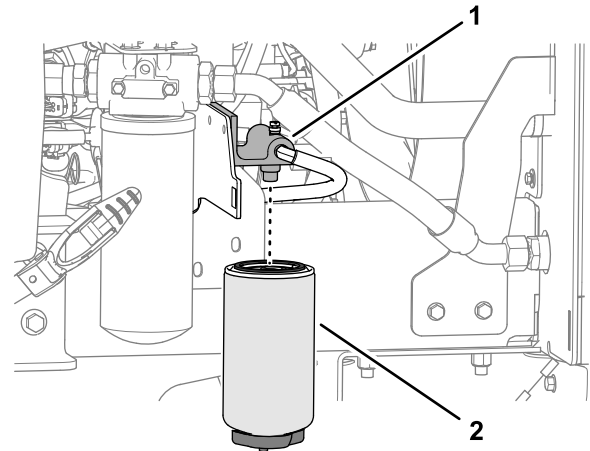

Figure 56
1. Placez un bac de vidange propre sous la cartouche du filtre à carburant (Figure 56).
3. Nettoyez la surface autour du filtre à carburant et de la tête du filtre (Figure 56).
4. Déposez la cartouche et nettoyez la tête du filtre (Figure 56).